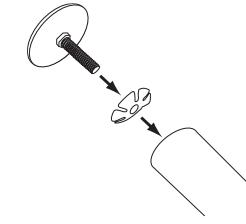

FIG. 7.0
- Use las medidas de longitud para las barras de ropa (F) que obtuvo de la configuración que seleccionó (consulte el diseño de configuración deseado), mida y corte de acuerdo con la longitud si es necesario.
- Seleccione la tapa del tope de la barra para ropa y atornille la tuerca de inserción en el tope de la barra (Fig. 7.0)